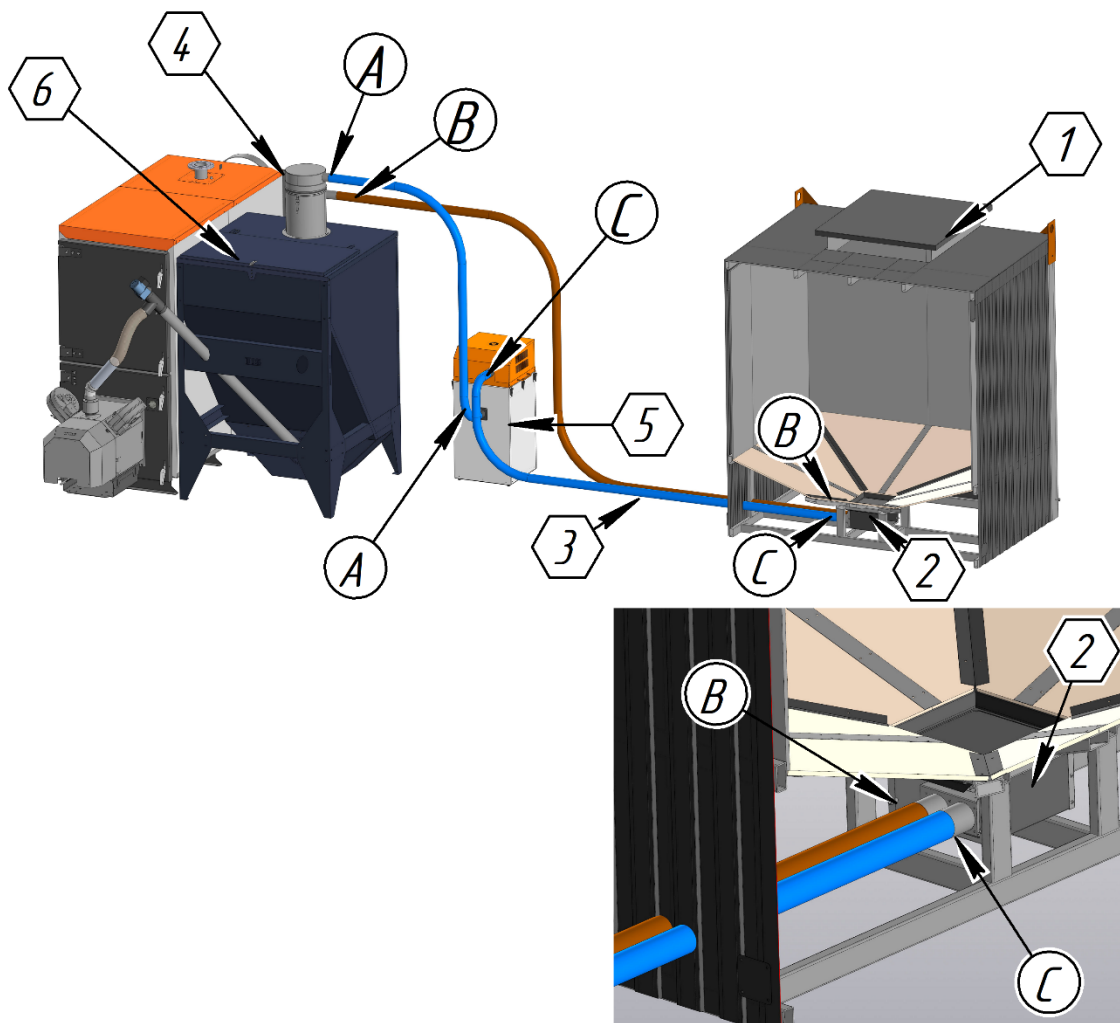

Рис.2. Схема подключения автоматического пневмоподающего устройства
- 4.1 Дозатор (поз.4) устанавливается на топливный(поз.6) бункер котла. Топливоприемник (поз.2) с шибером монтируется на хранилище топлива (при заказе склада топлива вместе с пневмоподачей – устанавливается на заводе-изготовителе). Дозатор (поз.4) и топливоприемник (поз.2) пневмоподающего устройства соединяются 2-мя гибкими гофрированными шлангами (поз.3) диаметром 60 мм, длиной 10 метров каждый. В разрыв отводящего шланга дополнительно устанавливается компрессор (поз.5) – шланг делится на две части необходимой длины в зависимости от места расположения компрессора, который располагается около котлового бункера (поз.6). Входы и выходы шлангов подключаются по маркировке (А-А, В-В, С-С) – маркировка входа и выхода одного шланга должна совпадать (рис.2).